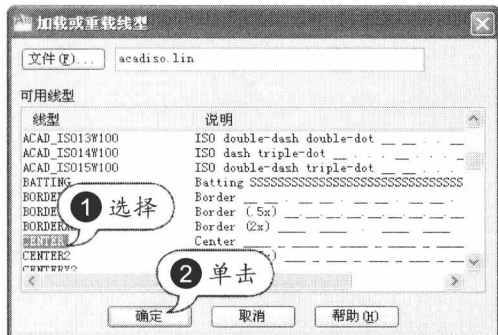

图 1-42 加载第二条线型
STEP 09 加载第二条线型。继续选择第二条要加载的线型，然后单击“确定”按钮，如图 1-42 所示。